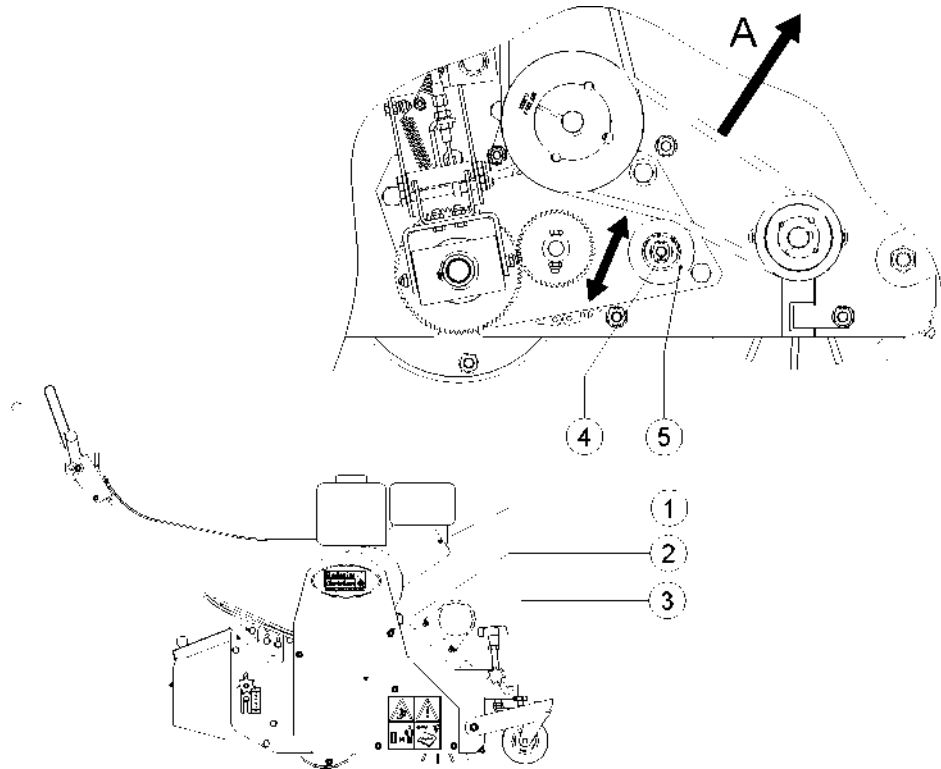

Рисунок 17
1. Натяжной шкив для привода и щетки (см. Рисунок 17).
Натяжной шкив для привода и щетки (см. Рисунок 17)